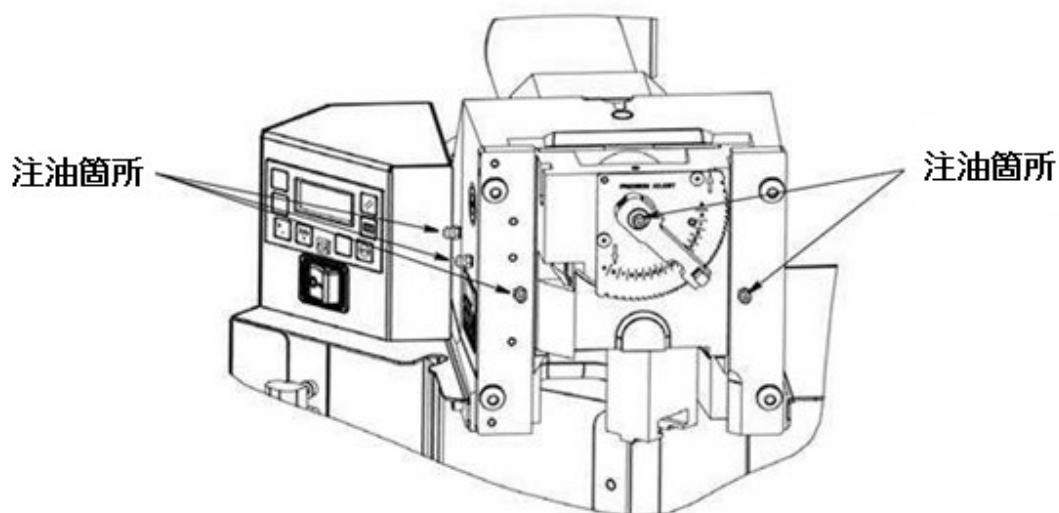

図 10
B. ジョグモード（図 10）
グリスガンを使用して、以下の場所の継手に、25万サイクル毎にグリスを施してください。(Fig 10 参照)